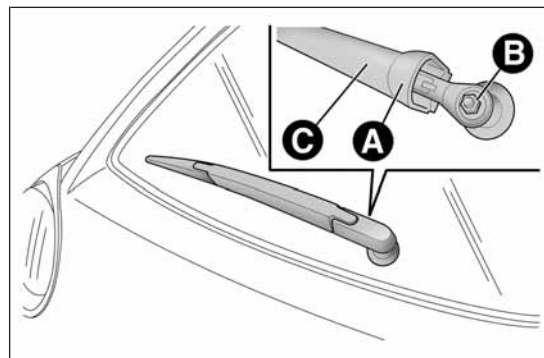

fig. 168
- ☐ levantar la tapa A fig. 168, aflojar la tuerca B y retirar el brazo C;